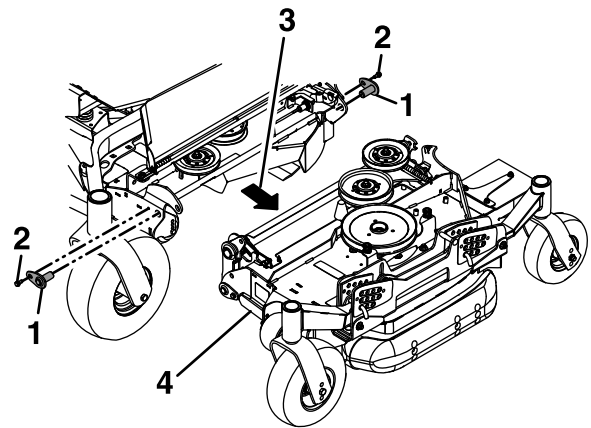

Figura 85
13. Tire de la carcasa lateral hacia fuera para separarla de la carcasa central (Figura 85).
12. Retire y guarde los pernos que sujetan los pasadores de giro superiores a la carcasa, y luego retire los pasadores de giro (Figura 85).
Alinee e instale los pasadores de giro superiores en la parte delantera y trasera de la carcasa, y sujételos con los pernos que se retiraron anteriormente (Figura 85).